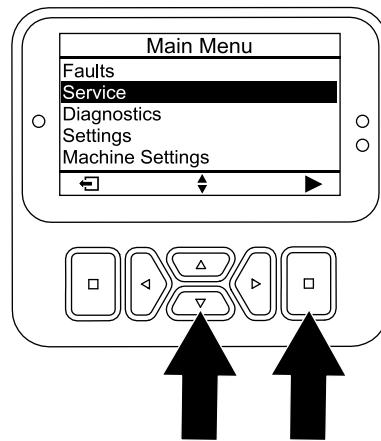

Bild 119
3. Drücken Sie die Taste „nach unten“, bis die Option SERVICE ausgewählt ist, und drücken Sie dann die Auswahltaste (Bild 119).